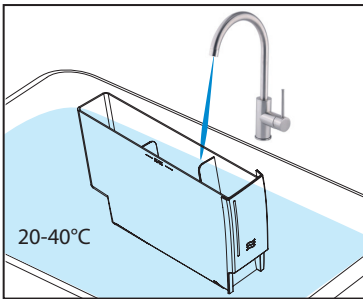

Abb. 3
3. Den Wassertank sorgfältig unter klarem Wasser bei 20-40 °C abspülen. (siehe Abb. 3)